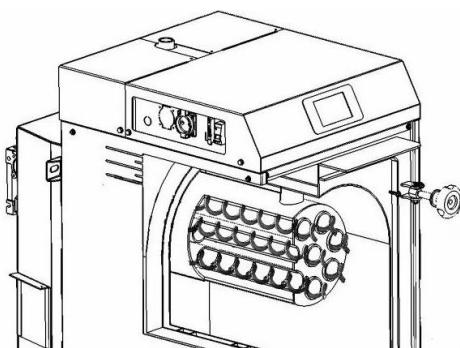

Рис. 5
- a) Автоочистка теплообменника (Конструктивные изменения, заказывается при приобретении котла). (Рис.5).